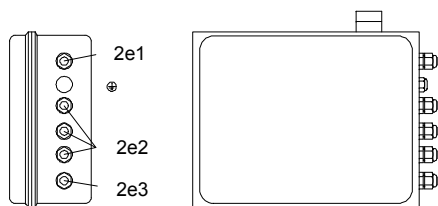

Рис. 23 Термореле
1. Ослабьте и снимите резьбовую крышку маслосливного отверстия (F). См. рис. 23.
2. Медленно доливайте прилагаемое к насосу гидравлическое масло через маслосливное отверстие (F) до тех пор, пока уровень масла не достигнет метки на щупе.
3. Установите ручку регулировки длины хода (L) на «0».